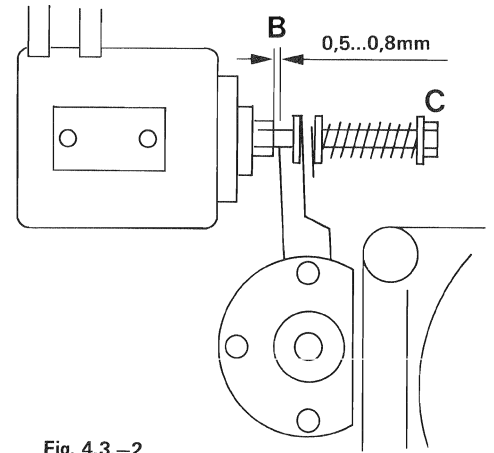

Fig. 4.3.-2
- Attach a nylon thread to the pinch roller shaft and attach a dial gauge to the other end of the thread. Pull dial gauge in the direction A (fig. 4.3.-1) until the pinch roller lifts off the capstan shaft. The dial gauge must read  $13\text{ N} \pm 1\text{ N}$  ( $1.3\text{ kp} \pm 0.1\text{ kp}$ ) (2 lb 14 oz  $\pm$  4 oz approx.).
- Par l'intermédiaire d'un fil de nylon fixé d'une part sur l'axe du galet presseur (éventuellement dévissez le couvercle de l'axe) et d'autre part à un dynamomètre. Tirez le bras dans la direction A (fig. 4.3.-1) jusqu'à ce que le galet presseur décolle de l'axe de cabestan. Le dynamomètre doit alors indiquer  $13\text{ N} \pm 1\text{ N}$  ( $1,3\text{ kp} \pm 0,1\text{ kp}$ ).